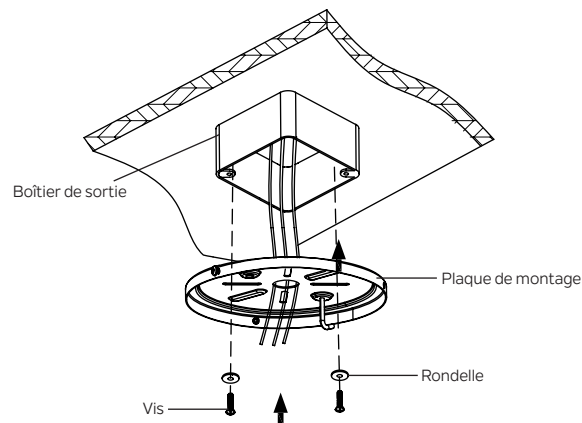

Fig. 4
**Étape 1.** Avant de fixer le ventilateur au boîtier de sortie (non incluse), assurez-vous que le boîtier de sortie est solidement fixé à au moins deux points à un élément du plafond structurel (un boîtier desserré fera vaciller le ventilateur). Faites passer les fils d'alimentation de 120 volts du boîtier de sortie par le centre de la plaque de montage. Installez la plaque de montage sur le boîtier de sortie au plafond à l'aide des vis et rondelles fournies avec le boîtier de sortie. (Fig. 4)